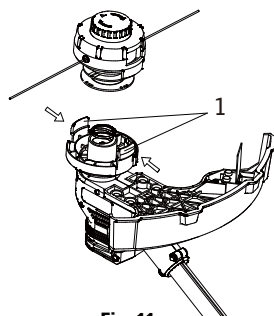

Fig. 11
1. Enfoncez les boutons de verrouillage de la bobine (1) dans le boîtier de la bobine (Fig. 11).
Retirez la bobine du boîtier de la bobine, déroulez environ 3 po (7,6 cm) de fil et réinstallez la bobine (Fig. 11 à Fig. 14).
Retirez la bobine du boîtier de la bobine, déroulez tout le fil de coupe de la bobine et rembobinez le fil de coupe sur la bobine (Fig. 11 à Fig. 14).